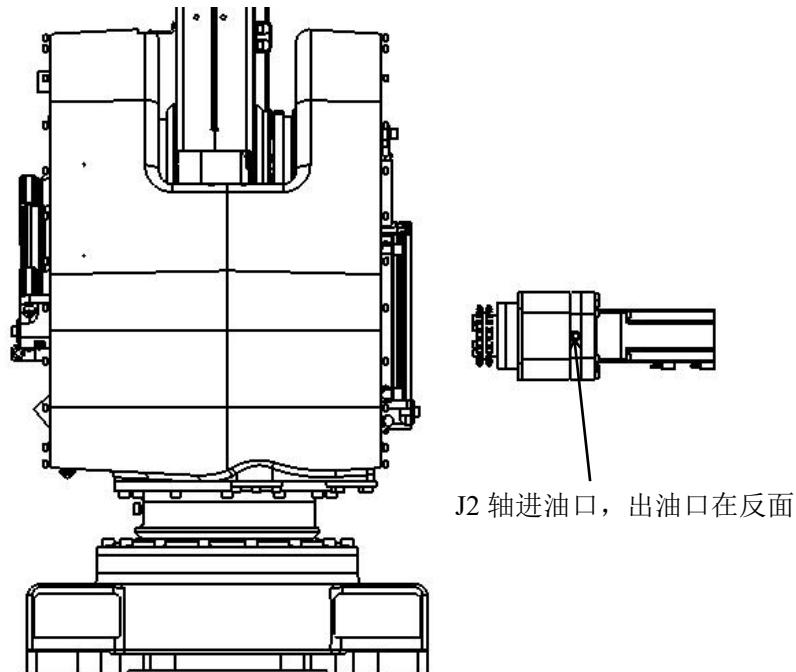

图 4-4 更换润滑油, J2 轴减速机
- 4) 将 J2 轴部分从转座内拆下，拆去安装板和内六角螺塞，见图 4-4。